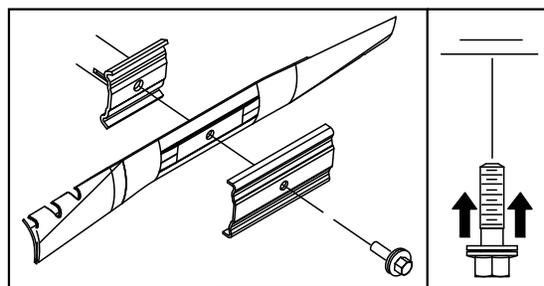

Figura 31
- Instale la cuchilla nueva (gire el perno de la cuchilla en el sentido de las agujas del reloj) y todos los herrajes de montaje (Figura 31).